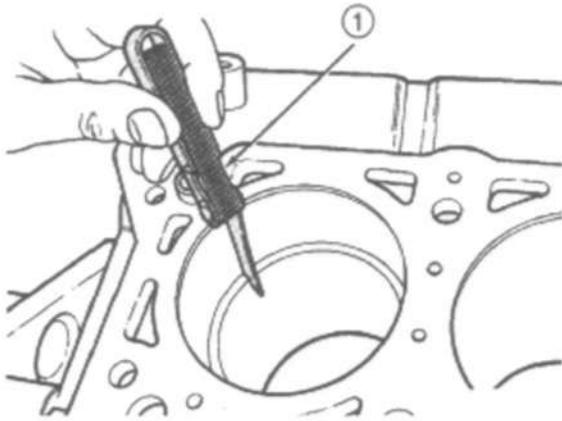

Рис. 66 Зазор поршневого кольца
- (1) Тщательно протереть отверстие цилиндра. Вставить кольцо и протолкнуть его вниз поршнем так, чтобы оно ровно располагалось в отверстии. Зазор кольца необходимо замерять на кольце, расположенном, по меньшей мере, на расстоянии 12 мм от дна отверстия цилиндра. Проверить зазор щупом (Рис.66). См. значение по Спецификациям двигателя.